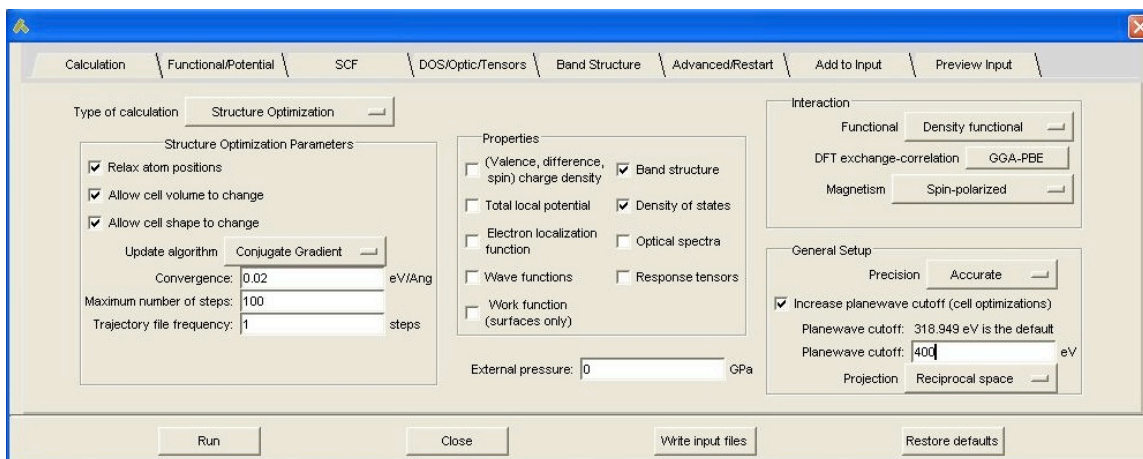
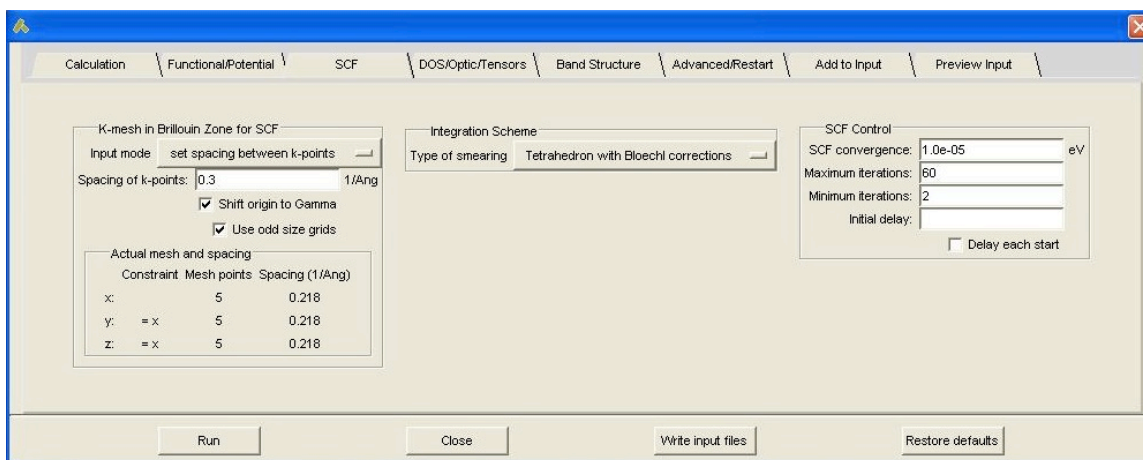

図 2: 計算に必要なパラメータの設定（構造緩和、DOS やバンド構造出力等の設定）。
図 3: 計算に必要なパラメータの設定（k-mesh 等の設定）。
2. 計算設定 MedeA には VASP の計算エンジンがあり、インタフェースが用意されている。図 2、図 3 に示すように、インタフェースから構築したモデルに対して、計算の設定を行うことができる。例えば、構造緩和の指定、DOS やバンド構造の出力、Energy cut-off 等がある。